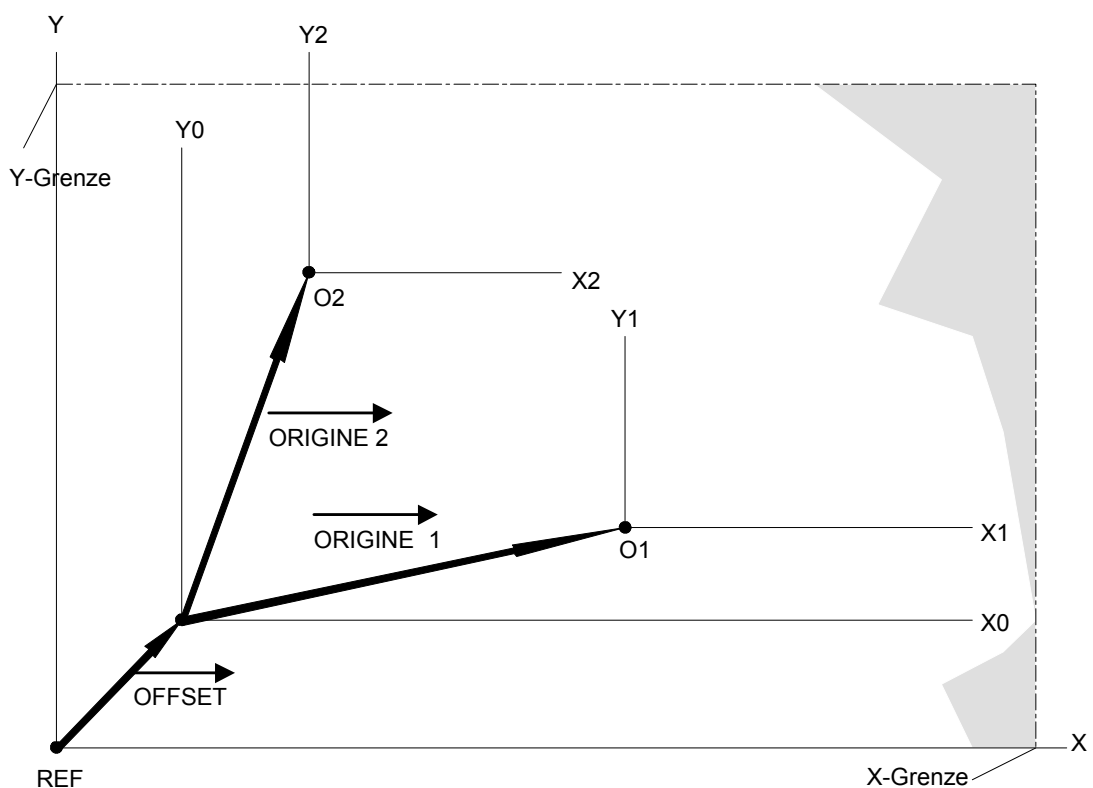

Abb. 3-2 : Die Koordinatensysteme von UNIPROG+
- das **Basis-Koordinatensystem** wird ab Referenzsystem durch die Verschiebung 'OFFSET' verschoben, siehe Abb. 3-2.
Die Bedeutung dieses Parameters geht aus Abb. 3-2 hervor. Er muß in der Anwendungs-Längeneinheit eingegeben werden.